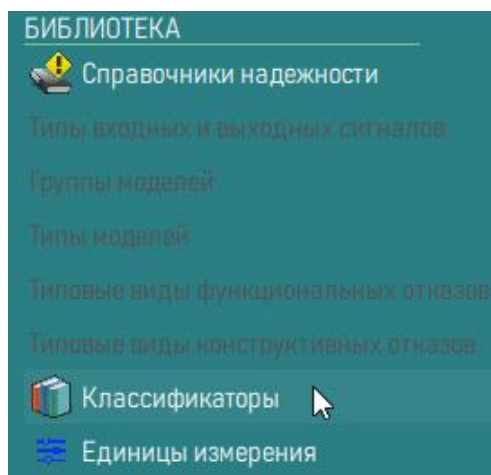

Рисунок 4 – Секция «Библиотека» кнопка «Классификаторы»
- 3) На открывшейся панели в секции «Библиотека» нажать кнопку «Классификаторы» (рисунок 4).